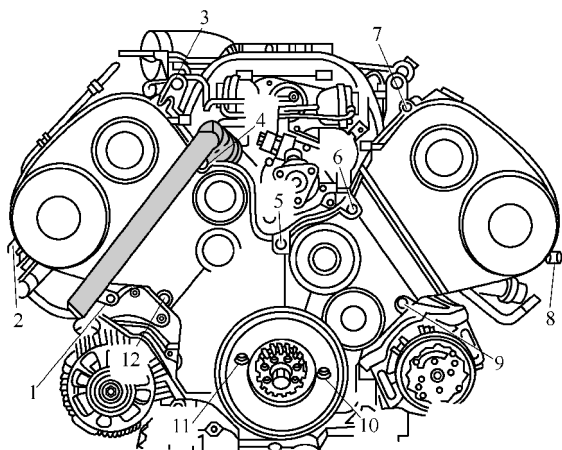

图 1-3-38 取下正时带盖罩
- (5) 如图 1-3-38 所示, 旋出螺栓 1~12, 取下正时带盖罩。